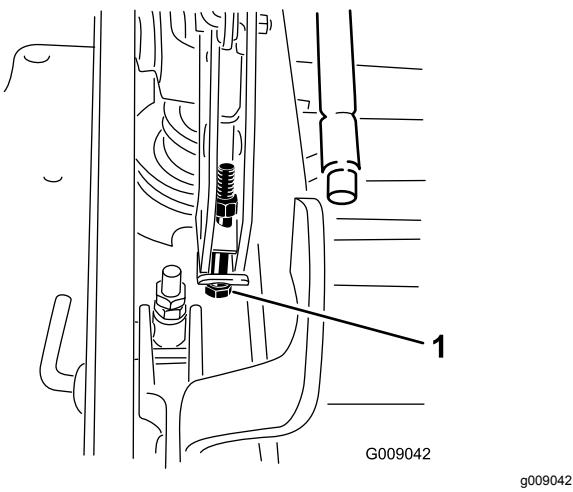

Figura 88
- Nota:** Para aumentar la altura, gire la tuerca de ajuste en sentido horario; para reducir la altura, gire la tuerca en sentido antihorario (Figura 88).